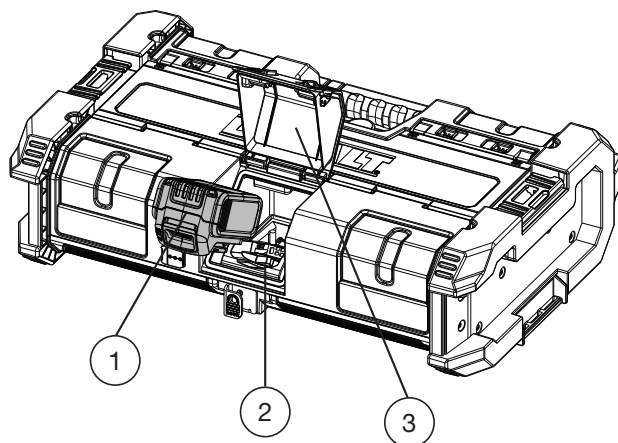

Figura 4. Receptáculo de la Batería
4. Introduzca la batería (no incluida) en el cargador, asegurándose de que la misma esté totalmente asentada en el cargador (ver Figura 4). La imagen indicadora de la batería parpadeará de forma continua, lo que indica que la batería se encuentra en proceso de carga.